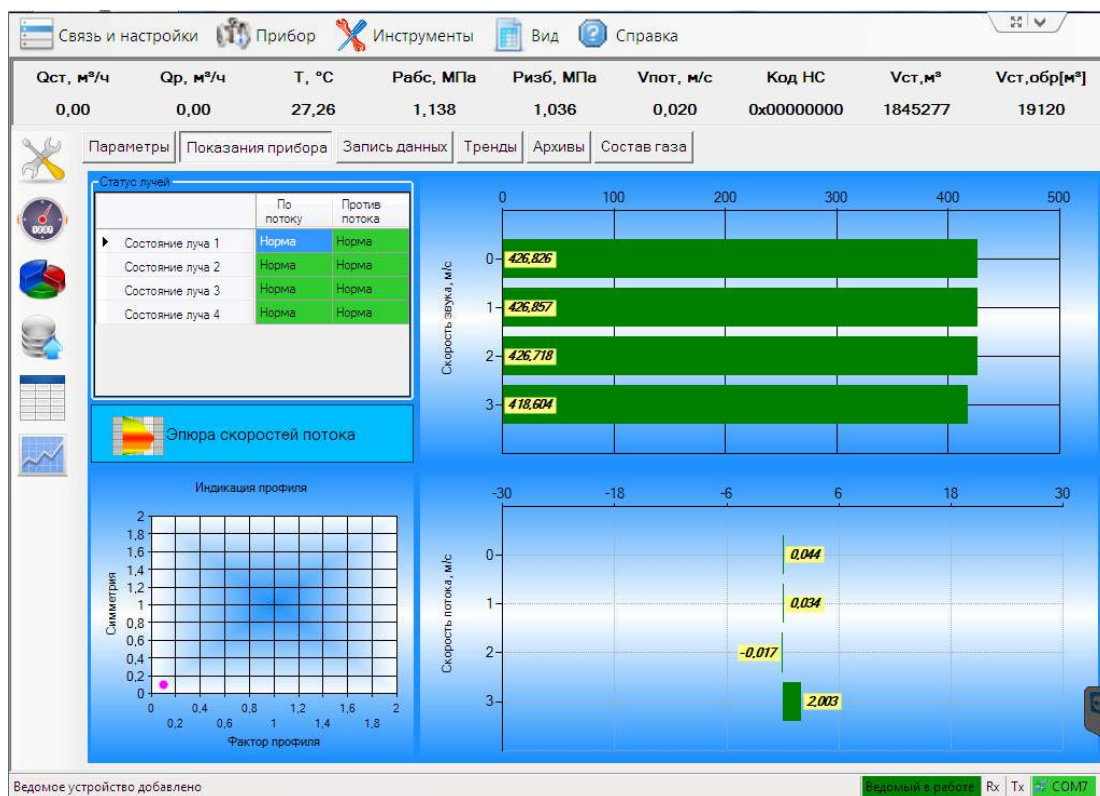

Рисунок 2.18
2.6.4 Вкладка «Показания прибора» предназначена для удобного визуального восприятия текущих показаний прибора (мнемосхема, графики, диаграммы и т.п.). Страница специфична для каждого типа прибора и может отсутствовать (нет реализации под выбранный прибор). Отображается первой после запуска ПО, если есть реализация под выбранный прибор (рисунок 2.18).